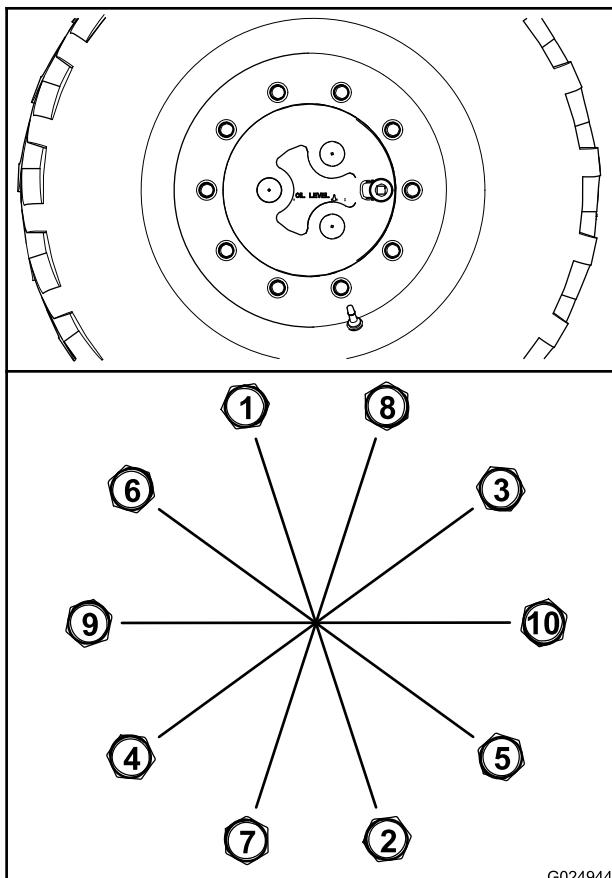

Рисунок 83
- Затяните все гайки колеса с моментом 100 Нм (75 фунт-футов) в последовательности, показанной на Рисунок 83.
- Затяните все гайки колеса с моментом 200 Нм (150 фунт-футов) в последовательности, показанной на Рисунок 83.
- Затяните все гайки колеса с моментом 300 Нм (225 фунт-футов) в последовательности, показанной на Рисунок 83.